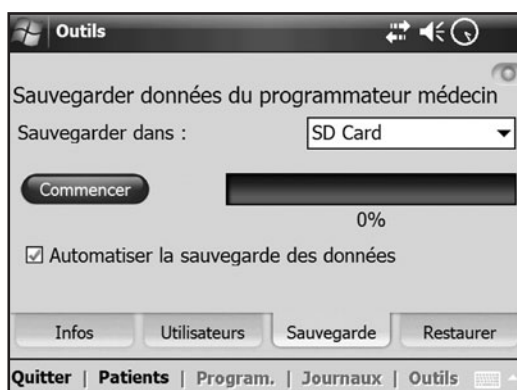

Figure 8-48 : Fenêtre Sauvegarder.
2. Décochez la case à côté de « Activer la sauvegarde automatique de base de données ». Reportez-vous à la Figure 8-48.